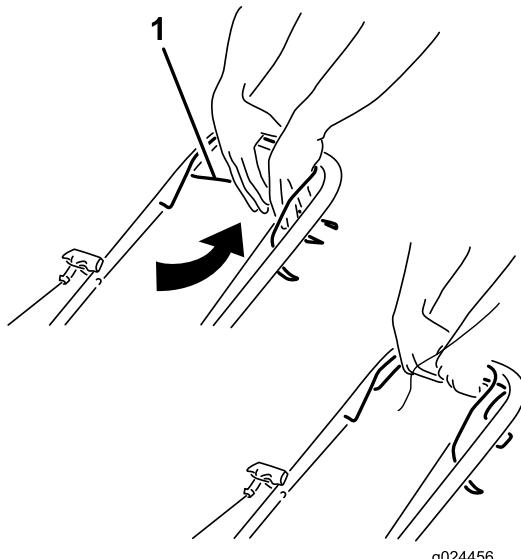

Figure 13
- Pour engager l'autopropulsion : Serrez et maintenez la barre d'autopropulsion contre le guidon (Figure 13).